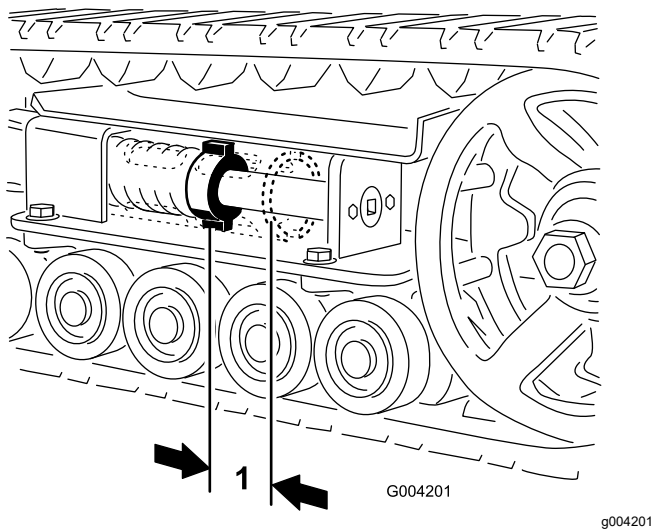

Figura 48
Debería haber 7 cm (2¾") entre la tuerca tensora y la parte trasera del tubo tensor (**Figura 48**). Si no es así, ajuste la tensión de las orugas usando el procedimiento siguiente:
5. Con una llave de vaso de ½", gire el tornillo tensor en el sentido contrario a las agujas del reloj hasta que la distancia entre la tuerca tensora y la parte trasera del tubo tensor (**Figura 48**) sea de 7 cm (2¾").
- Gire el tornillo tensor en sentido antihorario hasta que la distancia entre la tuerca tensora y la parte de atrás del tubo tensor (Figura 48) sea de 7 cm (2¾").
18. Gire el tornillo tensor en sentido antihorario hasta que la distancia entre la tuerca tensora y la parte de atrás del tubo tensor (Figura 48) sea de 7 cm (2¾").